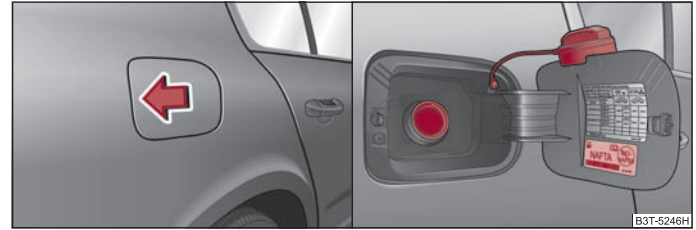

Fig. 11 Partea dreaptă spate a autovehiculului: Deschiderea clapetei rezervorului/ Clapeta rezervorului cu capacul deschis
- Pentru a deschide clapeta rezervorului, apăsați-o în partea stângă în zona centrală ⇒ fig. 11 - stânga.
- Deșurubați capacul spre stânga și așezați-l pe clapetă, în partea de sus ⇒ fig. 11 - dreapta.